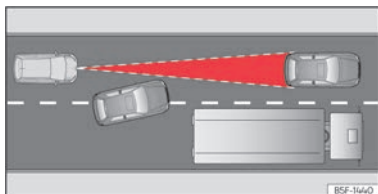

Abb. 109 Fahrspurwechsel eines anderen Fahrzeugs.
- Fahrzeuge, die in geringem Abstand auf die eigene Fahrspur wechseln »» (Abb. 109).